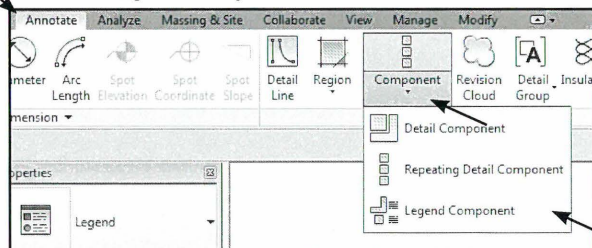

Fig. 12.04. Indsæt Legend Component.
- Vælg nu *Annotate* - *Component* - *Legend Component* (Fig. 12.04).